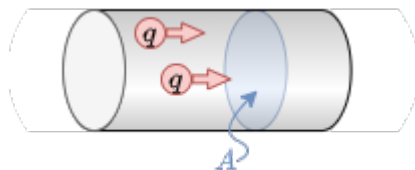

Fig. 3: Teil eines Leiters
- In dem Gedankenexperiment sei folgendes gegeben (siehe figure 3):